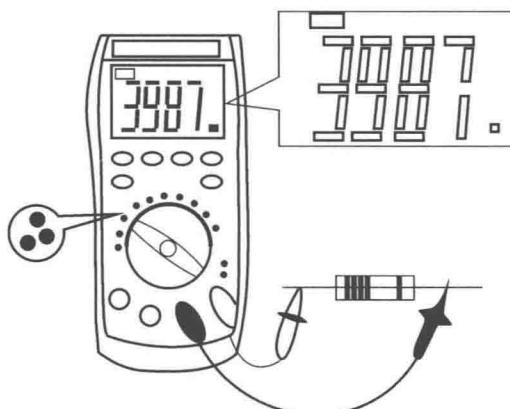
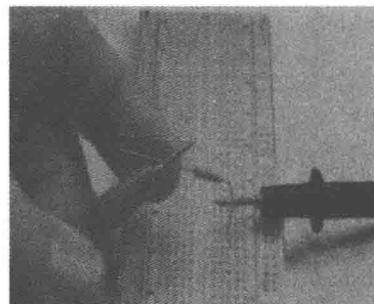

图 2.8 万用表中的欧姆表
图 2.9 用欧姆表测量电阻
(1) 万用表使用。万用表中的欧姆表使用: 用欧姆表测量电阻阻值(见图 2.8 和图 2.9)。
- 1) 将功能/量程选择开关旋到欧姆挡, 如图 2.8 所示。